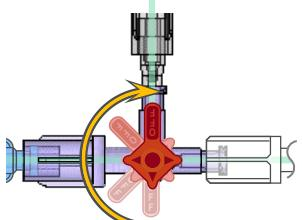

Рис. 8 — обход системы (экономия ВЫКЛ.)
- a. Для обхода системы DyeVert Power XT System (то есть без отвода) установите запорный кран DyeVert Power XT Stopcock в положение OFF (ВЫКЛ.) для запорного крана выбора клапана (см. рис. 8). Обход системы Power XT System необходим в следующих случаях: промывание катетеров физиологическим раствором или доставка препаратов.